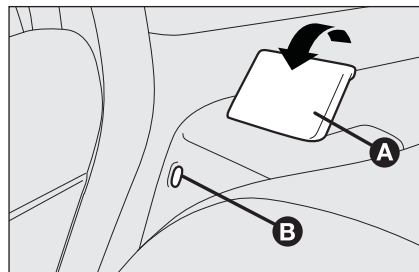

fig. 89
- sollevare la leva **A-fig. 89** di ritengo schienale e ribaltare quest'ultimo in avanti. Il sollevamento della leva è evidenziato da una "banda rossa" **B**.